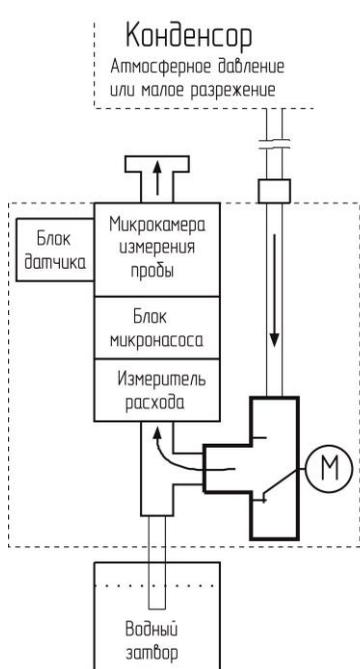

Рисунок 4.4 Тракт при принудительной подаче пробы
- (=0) принудительная подача пробы по сигналу запуска, с включением блока микронасоса, схема воздушного тракта изображена на рис.4.4;